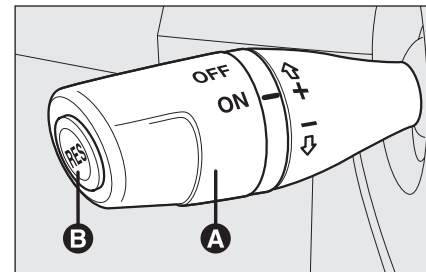

fig. 39
Ruotare il pomello **A**-fig. 39 in posizione **ON**.
- ruotare il pomello **A**-fig. 39 su **ON** e premendo il pedale dell'acceleratore portare la vettura alla velocità desiderata;
- premere il pulsante **RES B-fig. 39**.
- premendo il pedale dell'acceleratore; in questo caso il sistema non viene disinserito effettivamente ma la richiesta di accelerazione ha precedenza sul sistema; il cruise control rimane comunque attivo, senza necessità di premere il pulsante **RES B-fig. 39** per ritornare alle condizioni precedenti una volta conclusa l'accelerazione.